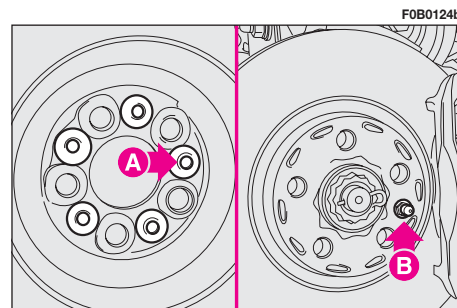

fig. 9
**20)** Monter la roue de secours, en veillant à ce qu'un des trous **A**-fig. 9 coïncide avec l'ergot **B** puis visser les boulons à l'aide de la manivelle.